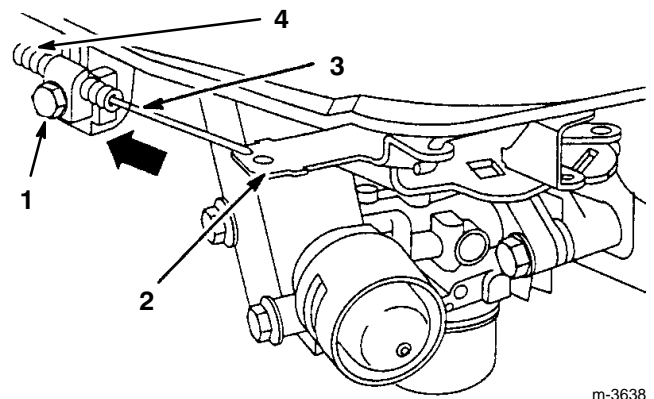

Abbildung 19
- Die Kabelklemmschraube lösen, bis der Gaszug rutscht (Abb. 19).
- Reglerbetätigungshebel, Gaszug und Kabelhülse so weit wie möglich in Pfeilrichtung bewegen (Abb. 19).